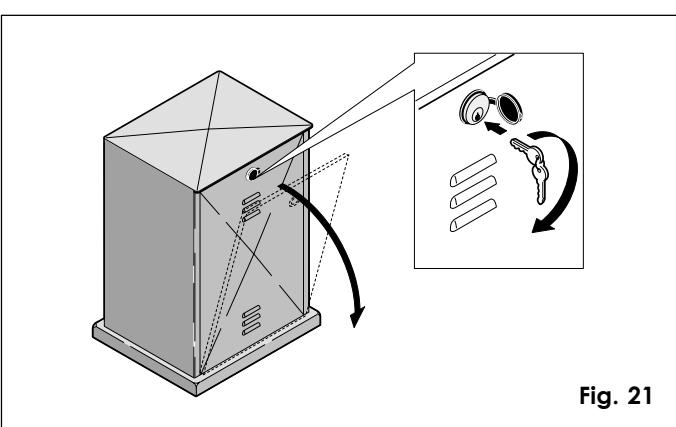

Fig. 21
- Abrir la portezuela de la carcasa mediante la llave que se suministra de serie (ver la fig. 21).
- Abrir la portezuela de la carcasa mediante la llave que se suministra de serie (fig. 21).